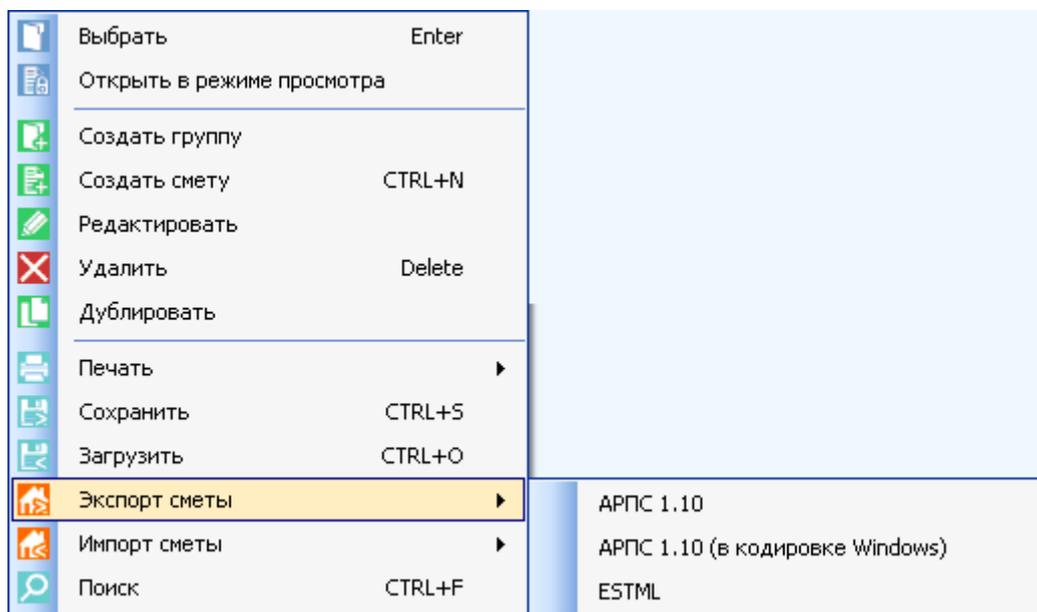

Рис.4.38. Меню «Экспорт сметы»
- Щелкнуть правой кнопкой мыши по наименованию выбранной сметы, в открывшемся контекстном меню выбрать «Экспорт сметы» (рис. 4.38).